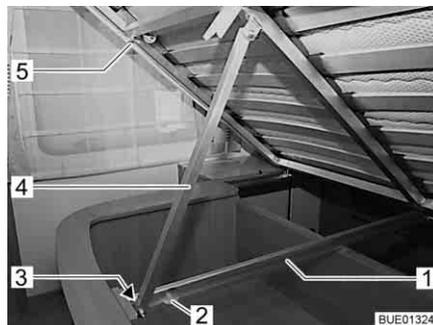

Bild 108 Festes Bett
- Lattenrost (Bild 108,5) anheben und so weit nach oben drücken, bis die Stütze (Bild 108,4) in der Führungsschiene (Bild 108,1) bis ganz ans Ende gefahren ist (Bild 108).
- Lattenrost (Bild 108,5) anheben und Stütze (Bild 108,4) am unteren Ende nach hinten drücken. Dabei darauf achten, dass die Gleitrolle (Bild 108,3) am Ende der Stütze bei der Entnahmeöffnung (Bild 108,2) nicht aus der Führungsschiene (Bild 108,1) springt.